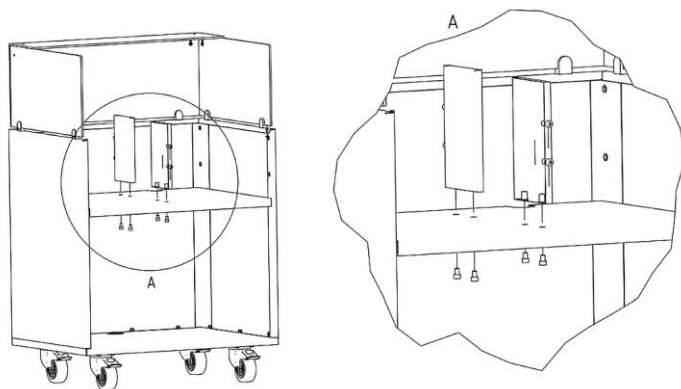

Fig. 8
16. Sostenga la balda en la dirección de montaje requerida por encima de los agujeros previstos en la balda (fig. 8).